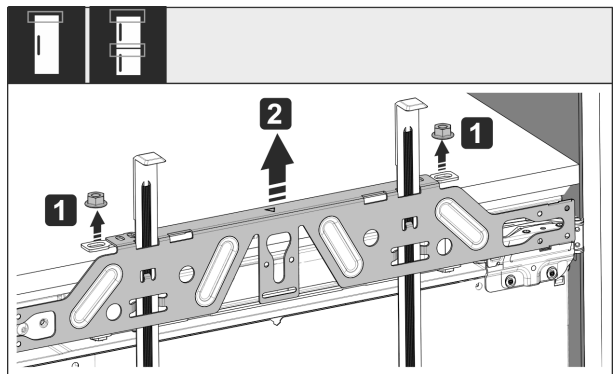

Fig. 58
- ▶ Открутите контргайки Fig. 58 (1).
- ▶ Снимите крепежную поперечину Fig. 58 (2).